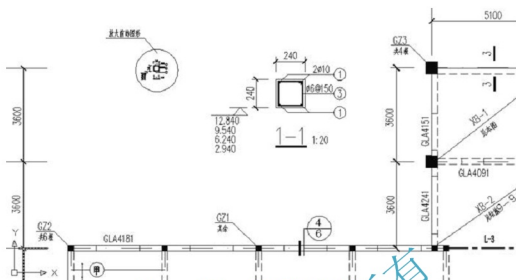

图 5.60 将“1—1 断面图”图块放大 5 倍
(3) 将“1—1 断面图”图块放大 5 倍。
① 启动【缩放】命令(快捷键 SC)。
② 在【选择对象】提示下,选择“1—1 断面图”图块。
③ 在【指定基点或[位移(D)]<位移>】提示下,选择“1—1 断面图”图块的左下角作为放大图像的基点。
④ 在【指定比例因子或[复制(C)/参照(R)]<1.0000>】提示下,输入“5”后按 Enter 键,表示将图形放大 5 倍,结果如图 5.60 所示。
在图 5.60 中，特意保留了放大前的图形，经对比可知，右侧的梁断面图为放大后的“1—1 断面图”的图形。这里需要进行下列计算。
(1) 在模型空间内是按照主图（1:100 标准层结构平面图）的比例打印出图的，打印时图纸上的所有图形均缩小到原来的 1/100，所以需要将 1:20 的“1—1 断面图”再放大  $100/20=5$  倍。
(3) 将“1—1 断面图”放大  $100/20 = 5$  倍后，梁断面的高度和宽度尺寸变成 1200mm，观察图 5.60，标注的梁宽和梁高仍然为 240mm，这是由于“1—1 断面图”被做成了图块，组成“1—1 断面图”的众多图元变成一个图元，【缩放】命令只是将这个图元放大，而组成这个图元的内部众多图元被锁定，所以图形变大了而尺寸标注值并未随之改变。
(1) 在 1:20 的“1—1 断面图”中，文字“2Φ10”和尺寸标注值的高度均为  $3.5 \times 20 = 70\text{mm}$ ，标高符号三角形的高度为  $3 \times 20 = 60\text{mm}$ ，将图块放大 5 倍后，文字“2Φ10”和尺寸标注值的高度均变为  $70 \times 5 = 350\text{mm}$ ，标高符号三角形的高度变为  $60 \times 5 = 300\text{mm}$ 。
(2) 主图的出图比例为 1:100，图中文字高度为  $3.5 \times 100 = 350\text{mm}$ ，标高符号三角形的高度变为  $3 \times 100 = 300\text{mm}$ 。
(3) 观察图 5.60，对比可知主图和放大后“1—1 断面图”图块内的文字高度是相同的。打印缩小到原来的 1/100 后，1:100 的主图和 1:20 的“1—1 断面图”图块内文字